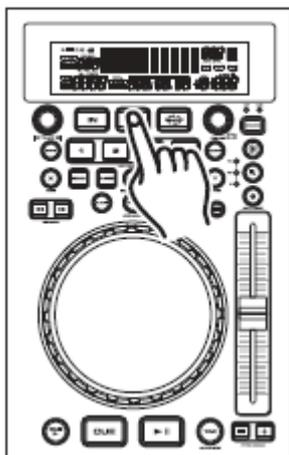

Figura 24
5) En este punto, su muestra se ha almacenado en la memoria. El bucle que ha creado permanecerá en reproducción hasta que pulse el *BOTÓN OUT (22)* (Figura 24).
6) Su punto de referencia o bucle puede ahora recuperarse en cualquier momento, incluso cuando la unidad esté en MODO PAUSA. Para recuperarlo, pulse el *BOTÓN DE BANCO (19)* correspondiente.